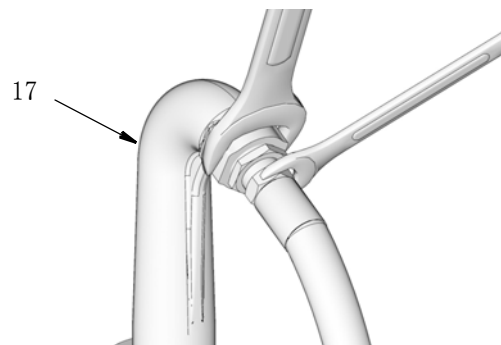

FIG. 35
5. 在相反方向上，使用两个扳手面将软管一端与出口 (17) 相连接，将软管紧固到出口接头 (FIG. 35) 上。